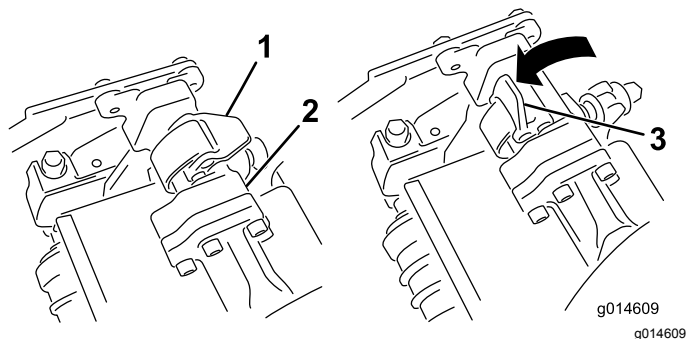
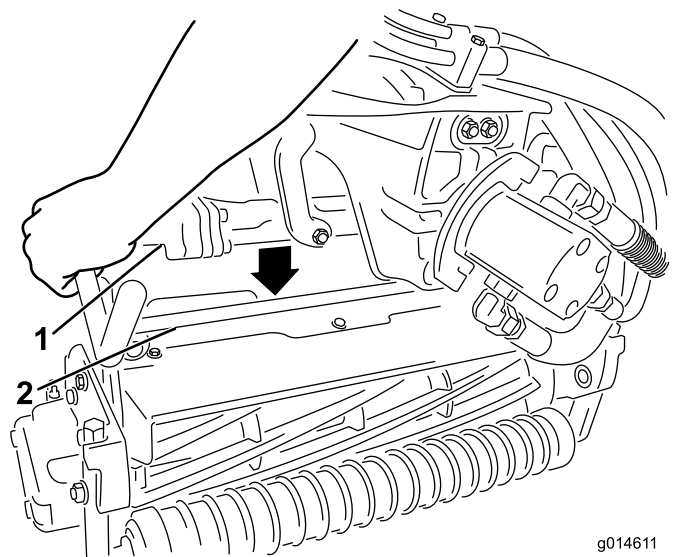

Figura 29
Figura 30
3. Con los enganches del brazo de suspensión orientados hacia arriba (es decir, abiertos (Figura 29), empuje hacia abajo el brazo de suspensión de modo que la barra encaje en la barra situada en la parte superior de la unidad de corte (Figura 30).
4. Presione los enganches hacia abajo alrededor de la barra de la unidad de corte y bloquéelas (Figura 29).
- Abra los enganches de la barra del brazo de suspensión de la unidad de corte que está retirando (Figura 29).